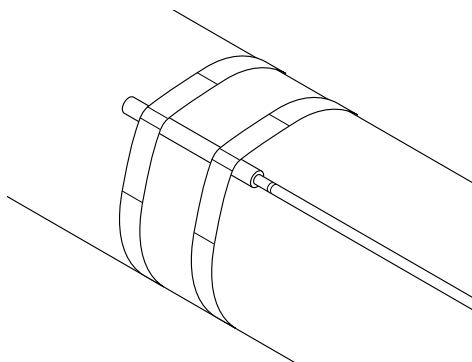

Рис. 5. Монтаж датчика температуры на трубу
- Крепление должно быть выполнено как минимум двумя витками ленты для того, чтобы датчик не двигался (рис. 5)